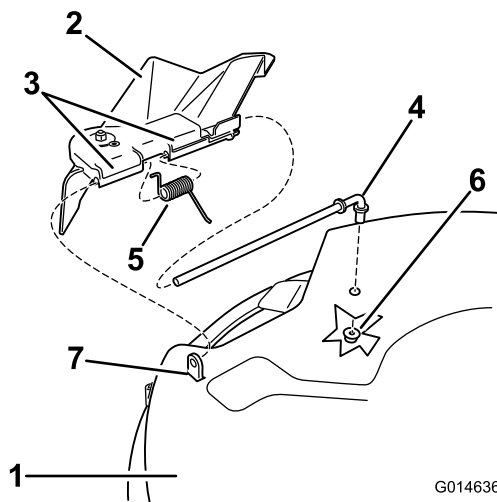

Figura 58
- Localice los elementos mostrados en la Figura 58.
- Retire la tuerca (9,5 mm) de la varilla (debajo del cortacésped) (Figura 58).
3. Retire la varilla del espaciador corto, del muelle y del deflector de hierba (Figura 58). Retire el deflector de hierba dañado o desgastado.
4. Vuelva a colocar el deflector de hierba (Figura 58).
6. Coloque el muelle sobre la varilla, con los extremos de los alambres hacia abajo, y entre los soportes del deflector de hierba. Deslice la varilla por el segundo soporte del deflector de hierba (Figura 58).
7. Introduzca la varilla, en la parte delantera del deflector de hierba, por el espaciador corto de la carcasa. Fije el extremo trasero de la varilla en el cortacésped con una tuerca (9,5 mm) (Figura 58).